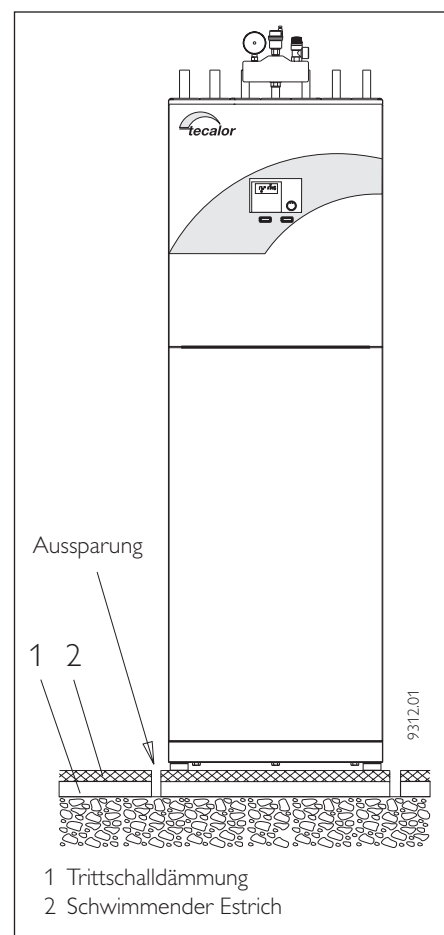

Abb. 10
- Bei schwimmendem Estrich sind für einen schallarmen Betrieb der Wärmepumpe der Estrich und die Trittschalldämmung um den Aufstellort der Wärmepumpe herum auszusparen (Abb. 10).